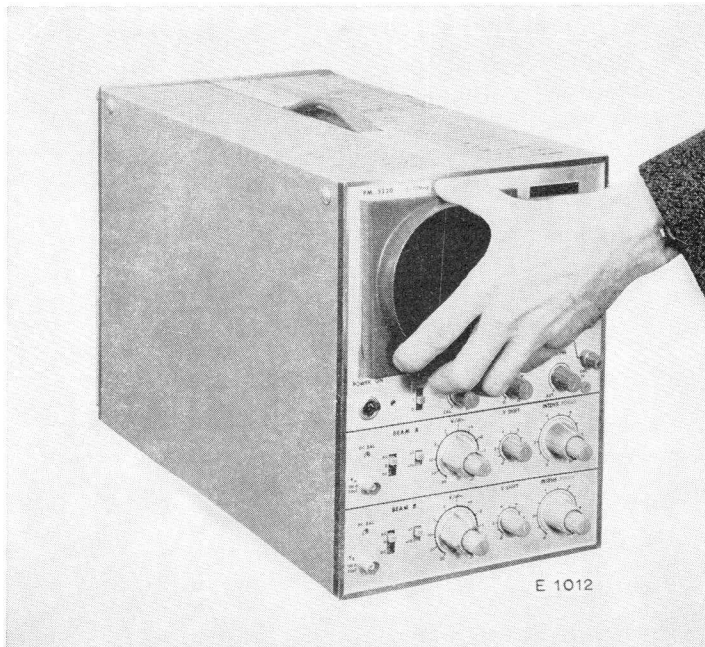

Fig. 10. Verwijderen van het venster en het meetraster
Aan beide zijden van het apparaat bevindt zich een plaat die bevestigd is met twee snelbevestigingsschroeven (fig. 10).
(zie fig. 10)
- Houd de kap vast als aangegeven in fig. 10 en trek het onderste gedeelte naar boven.